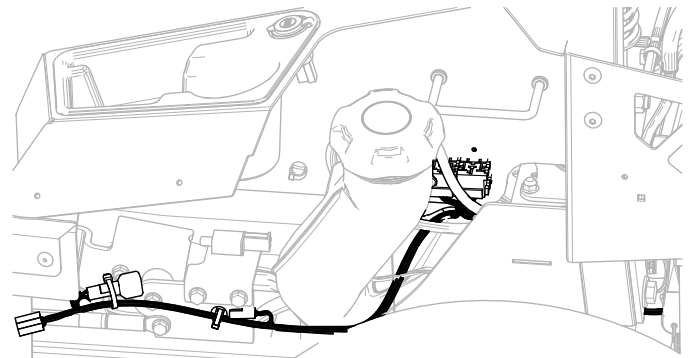

図 13
2. ワイヤハーネス 図 13 を、フレームの左側に沿って、ステップ 1 で取り付けした押し込みファスナーを通して配設する。